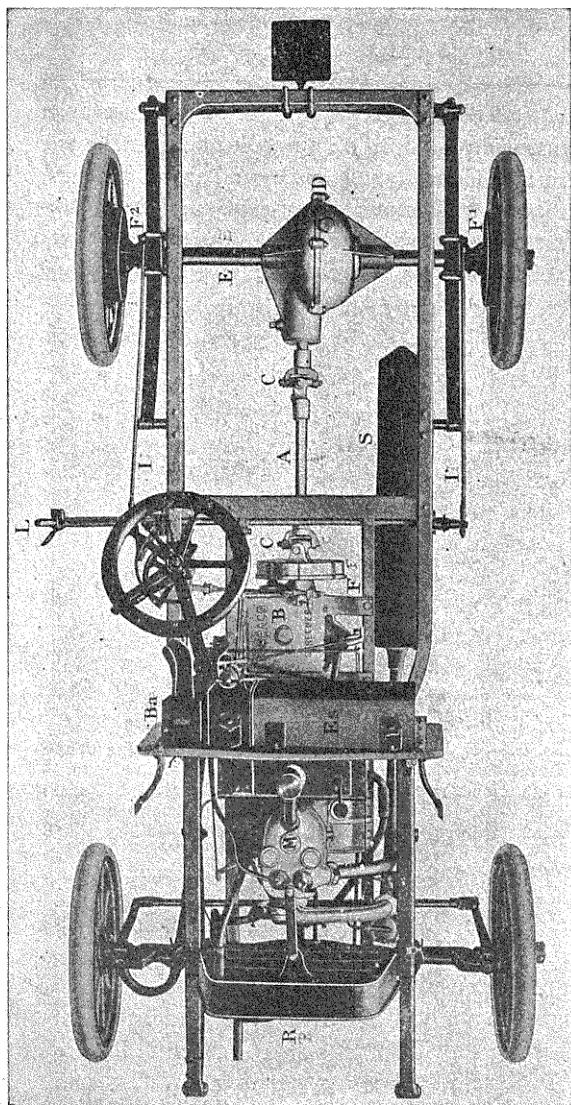
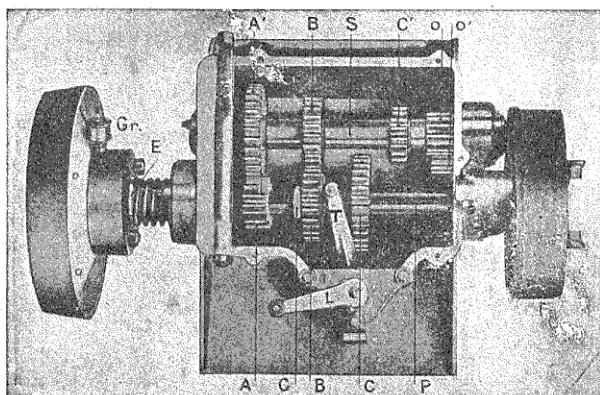

Fig. 172. — Chassis 8 chevaux Darracq 1905 (vue en plan).
Fig. 173. — Boîte de changement de vitesse Darracq
*Sur une voiture d'occasion, il y aurait lieu de s'assurer de l'état du cône et du cuir. Si le cuir est usé, la voiture a déjà un long service ou l'embrayage fonctionne mal. Vérifiez les commandes. Sont-elles composées de tiges filetées réglables. Si non, la voiture est camelotée et il n'y a pas à s'en occuper plus longtemps. Examinez le cône mâle, il est généralement en aluminium. L'emploi de ce métal, treize fois plus léger que le fer, est nécessaire par ce fait que, lors du débrayage, le cône mâle en rapport avec l'arbre de transmission *ne doit pas conserver de force vive*, donc ne pas être lourd comme un volant. Si le cône est en aluminium et que des efforts maladroits ont été faits, par exemple, pour le séparer du cône femelle, l'aluminium, qui est très cassant, a pu se fendre. C'est donc une pièce absolument à rejeter. De plus, ce cône mâle coulisse sur un arbre A. Il ne doit pas y avoir de jeu. A cet effet, un graisseur G (fig. 173), à graisse consistante ou à huile, lubrifie l'axe. Faites débrayer et efforcez-vous d'imprimer au cône des mouvements latéraux. S'il y a du jeu, le cône mâle entrera non concentriquement dans le volant et l'embrayage restera toujours très brusque.*
Commençons par la boîte des vitesses. Considérez la figure 172. Vous voyez, faisant suite au moteur, une boîte B, un arbre A et l'essieu arrière E avec le différentiel D, qui, lui, est une vieille connaissance dont nous n'avons plus à parler. L'ensemble de B et de A constitue une transmission ; en F, vous voyez une boîte cylindrique, c'est la boîte d'un frein que nous étudierons plus loin.
Ouvrons la boîte B de la figure 172, nous apercevons ce que nous montre la figure 173 : deux arbres portant des roues dentées. L'un est l'*arbre secondaire S* ; il porte, lui, quatre roues dentées, fixées sur l'arbre dont l'une A' est toujours engrenée avec la *roue A solidaire du moteur*. Les roues de l'arbre secondaire sont fixes. L'arbre primaire est en deux parties. La roue A est solidaire du moteur, la seconde partie P de l'arbre tourne dans A et sur sa partie extérieure à A et *carrée* porte un train de deux roues
dentées qu'on peut faire coulisser sur l'arbre moyen d'une fourchette T dont on aperçoit une branche sur la figure 173. Ce train se balade sur l'arbre, d'où son nom de *train baladeur*. Retenez bien que l'arbre primaire est en deux parties. La roue A est solidaire du
Comment fonctionne cet ensemble ? — A la grande vitesse, le baladeur est repoussé par le levier L et la fourchette T contre la roue A, les griffes G du baladeur entrant dans les encoches de A et, *comme le baladeur* est lui-même emmâché à carré sur l'arbre primaire, on a ainsi *verrouillé les deux tronçons* de cet arbre. La force du moteur est donc transmise *directement* à l'arbre A de la figure 172. C'est la *prise directe*. Aucun engrenage n'est en prise, puisque, dans cette position, la roue B est venue se loger entre A' et B' et la roue C entre B' et C'. L'arbre secondaire S à cause de l'engrènement A'A invariable, *tourne fou*. En sorte qu'à la grande vitesse *toutes* les roues tournent, puisqu'elles sont toutes montées à pans carrés sur leurs axes, mais *aucune de celles du baladeur n'est en prise*. Elles tournent les unes à côté des autres. On évite ainsi un bruit d'engrenage et une déperdition de force.
Donc, suivant qu'avec le baladeur portant des roues de diamètres nécessaires pour venir se mettre en prise avec B' et C' nous engrenons avec l'une ou l'autre de ces roues, nous venons prendre les vitesses linéaires décroissantes de 96 mètres et 48 mètres à la minute. Le même raisonnement s'applique à la marche arrière, dont la vitesse est encore moins grande que la première vitesse, C', en marche avant, la roue O (fig. 173) étant plus petite encore que C'.
L'arbre secondaire S, tourne, comme le cône tourne, avec lui, les roues de la partie supérieure de la figure 173, tandis que les roues B et C sont immobiles, puisqu'elles sont solidaires des roues de la voiture qui est immobile. Or, retenez bien ceci, ce qui doit dominer dans la conduite d'un changement de vitesse, c'est le souci de *mettre au diapason de vitesse* les engrenages qui doivent s'épouser. Attendez donc que la force vive du cône soit presque éteinte, qu'elle ait amené une *quasi-immobilité* de l'arbre S pour vous rapprocher de l'immobilité de l'arbre P. Mettez le levier dans le cran indiqué. Vous voilà en première vitesse, les roues C et C' en prise. Vous lâchez doucement la pédale et la voiture démarre.
Changements de vitesse à trains baladeurs multiples. — Le train baladeur de la figure 173 ne nous donne que deux vitesses en réalité, la troisième étant en prise directe. On doit s'en contenter pour les voitures légères, jusqu'à 15 à 20 chevaux. Pour les voitures plus fortes, destinées à atteindre des vitesses de 70 à 80 kilomètres à l'heure et trop multipliées en grande vitesse, il est nécessaire d'avoir, pour réaliser les moyennes de marche utiles dans le grand tourisme, un nombre plus grand de combinaisons. Si une voiturette de 10 chevaux se contente de trois vitesses, 10, 20 et 40 kilomètres, une voiture de 20 chevaux aura tout avantage à avoir les multiplications de 16, 26, 40, 65 kilomètres, par exemple ; *la vitesse possible au démarrage étant sensiblement toujours la même, plus la différence entre elle et la vitesse maxima est grande, plus il est nécessaire de la combler par une progression à échelons nombreux*. Mais déjà, pour trois vitesses, l'arbre primaire P doit être *assez long* pour permettre le *complet dégagement* d'une paire de roues (une roue du primaire P, une au secondaire S),